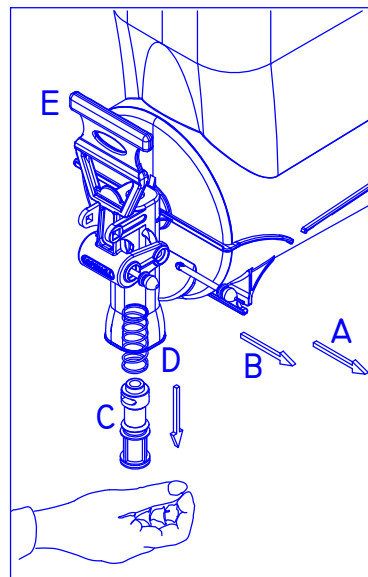

Fig. 11
6.1 Démontage robinet (Fig. 11)